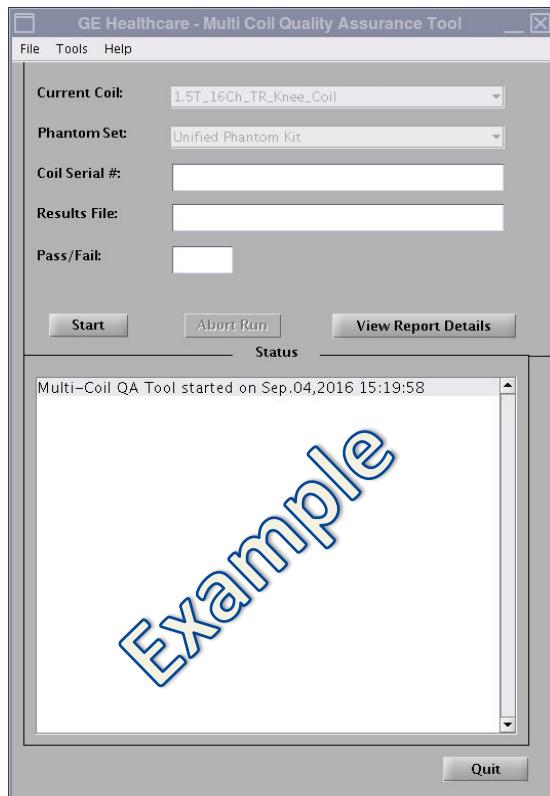

图 3
根据连接到 LPCA 的线圈的 CoilID，将自动填写当前线圈字段（图 3）。在 Coil Serial number（线圈序列号）字段中，输入正在测试的线圈的序列号。
2. 单击[Start (开始)]，开始自动测试，如图 3 所示。根据测试位置的数量（线圈的复杂性），测试可能需要 3 到 5 分钟。